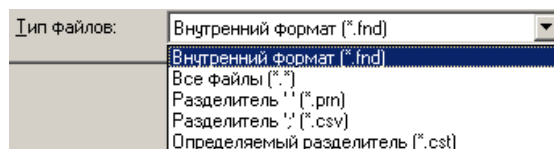

Рис. 4.7 Форматы загрузки данных.
**Открыть**, которая вызывает диалоговое окно загрузки данных в следующих форматах (рис. 4.7). Форматы (*.prn) и (*.csv) могут быть созданы в табличном редакторе, например *MS Excel*.